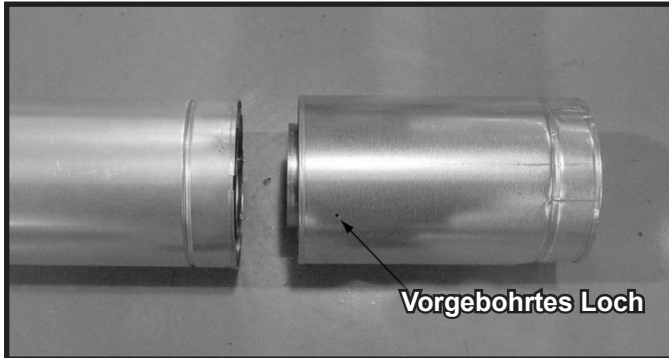

Abbildung 10.3 Vorgebohrte Löcher im Gleitelement
- Schieben Sie den inneren Gaszug des Gleitelements in den inneren Gaszug des Rohrsegments und den äußeren Gaszug des Gleitelements in den äußeren Gaszug des Rohrsegments. Siehe Abbildung 10.3.